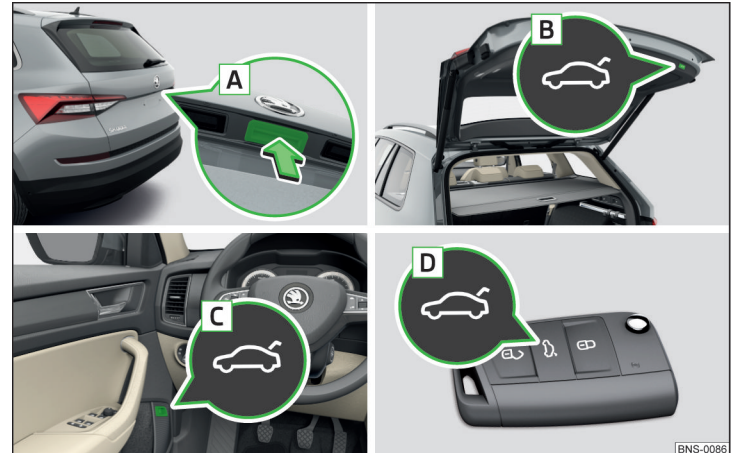

Abb. 59 Klappenbedienung
- ▶ Durch das Drücken des Griffs **A** » Abb. 59.
- ▶ Durch das Drücken der Taste **B** » Abb. 59.
- Die Taste **A** » Abb. 59 wird beim Anfahren bzw. ab einer Geschwindigkeit von mehr als 5 km/h deaktiviert. Nach dem Anhalten und Öffnen einer Tür wird die Taste wieder aktiviert.
- › Die Taste **B** » Abb. 59 auf Seite 68 gedrückt halten, bis ein akustisches Signal ertönt.
Die Klappe reagiert nicht auf ein Öffnungssignal	Entfernen eines eventuellen Hindernisses (z. B. Schnee), erneutes Öffnen der Klappe » Seite 68 Drücken des Griffs A » Abb. 59 auf Seite 68 und Ziehen der Klappe nach oben